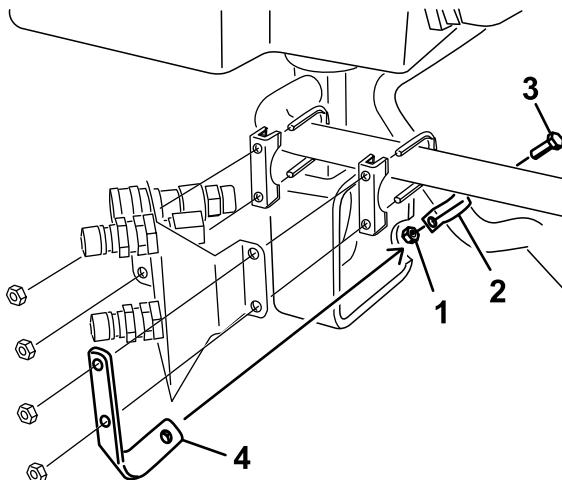

Figure 28
- Placez un collier en R sur le grand flexible hydraulique comme montré à la Figure 28.
7. Fixez le collier en R à la patte de retenue avec un boulon (5/16" x 7/8") et un écrou (5/16") ; voir Figure 28.